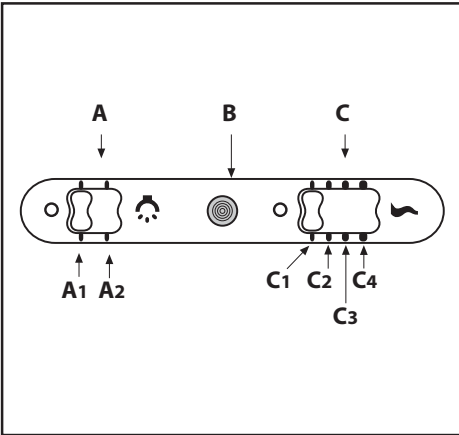

Fig.8
• **Comandi:** (fig.8) **slider** la simbologia è di seguito riportata: